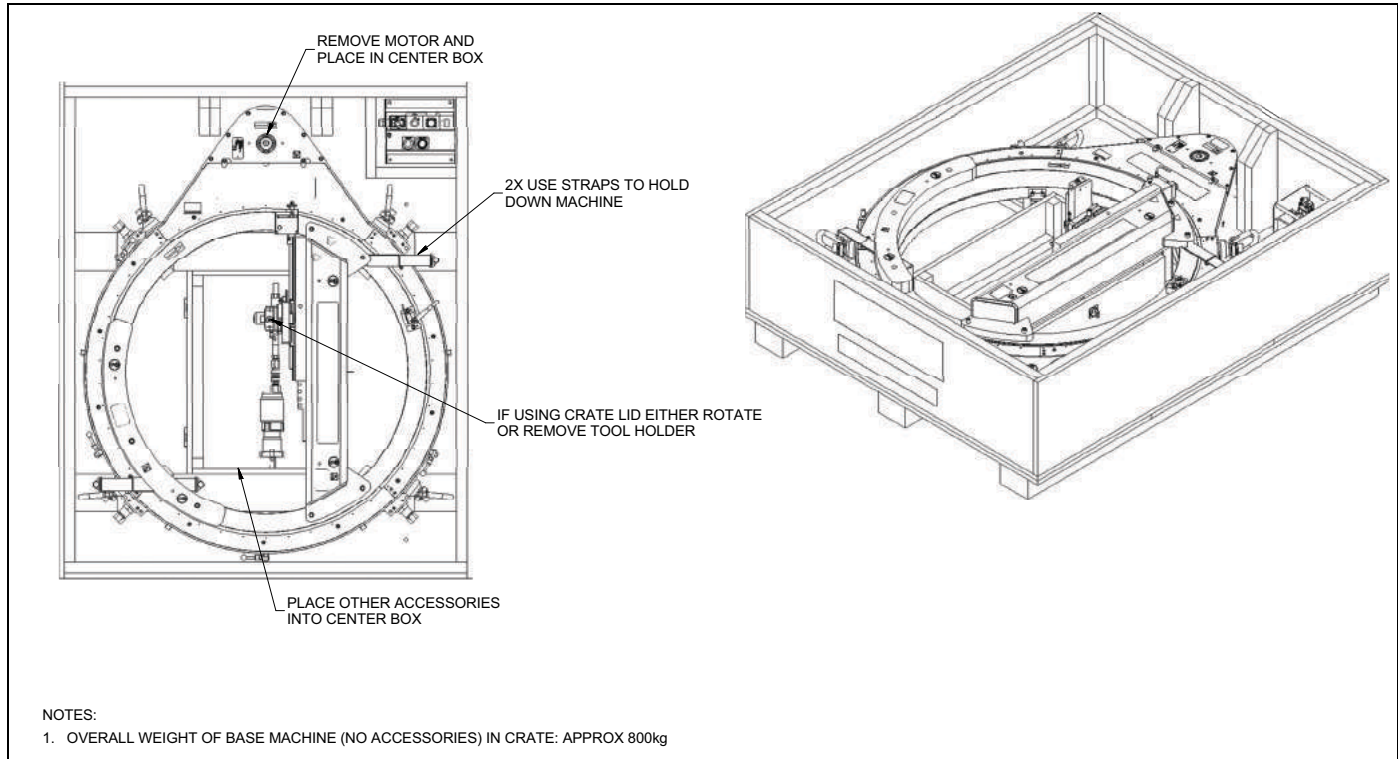

Рисунок 6-1. Ящик для ODF40
7. Храните ODF40 Speed Facer в оригинальном транспортировочном ящике (см. рис. 6-1).
Машину ODF40 Speed Facer можно перевозить в оригинальном транспортировочном контейнере, как показано на рис. 6-1.